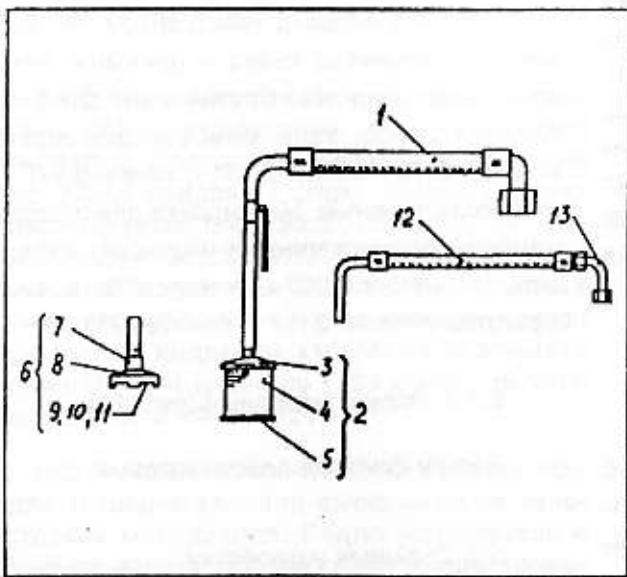

Рис. 15
5.3.1. Всасывающая система (рис. 15) предназначена для забора жидкости из расходной емкости. Включает всасывающий шланг с вн. диаметром 25 мм длиной 0,7м и шланг обратного слива с вн. диаметром 12 мм длиной 0,75 м, всасывающую, с поддерживающей
Рис. 15. Всасывающая система (0.146-210). 1 - всасывающий шланг с ниппелем, втулкой, накидной гайкой и переходником (10-7.51.00); 2 - корзина фильтра (10-7.53.00); 3 - корзина (10-7.53.04A); 4 - трубка фильтровая с размером ячеек 0,8 мм (10-7.53.06); 5 - основание корзины (10-